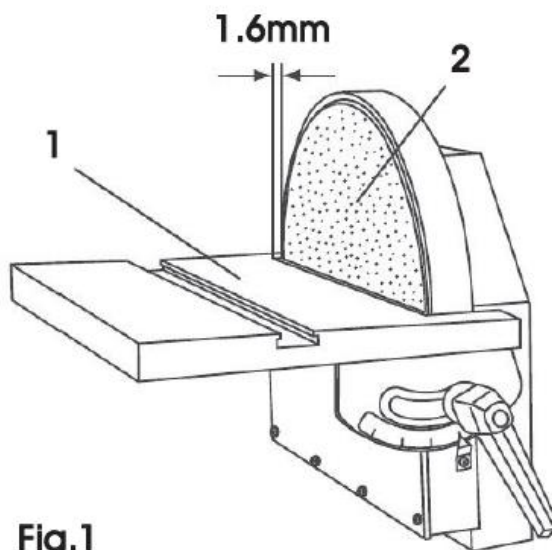

Fig.1
УСТАНОВКА РАБОЧЕГО СТОЛА УЗЛА ШЛИФОВАЛЬНОГО ДИСКА (Рис.1).
ВНИМАНИЕ: Чтобы избежать защемления заготовки или пальцев между рабочей поверхностью (1) и шлифовальным диском (2), оставьте зазор не более 1,6 мм, как показано на Рис.1